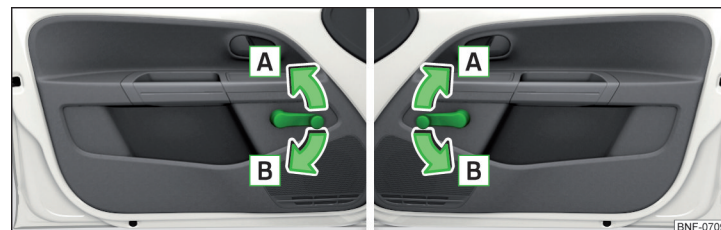

Fig. 33 Acionamento dos vidros: esquerda / direita
- Para **abrir**, rodar a manivela no sentido da seta [A] » Fig. 33.